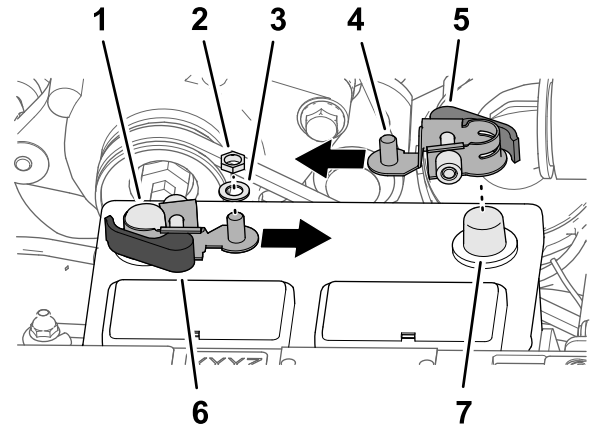

图207
- 拆下红色和黑色手柄快速连接夹具上的六角螺母和垫圈 图207。
3. 如图207所示将快速连接夹具安装到电池负极上使夹具的螺纹柱朝向电池中心对齐。